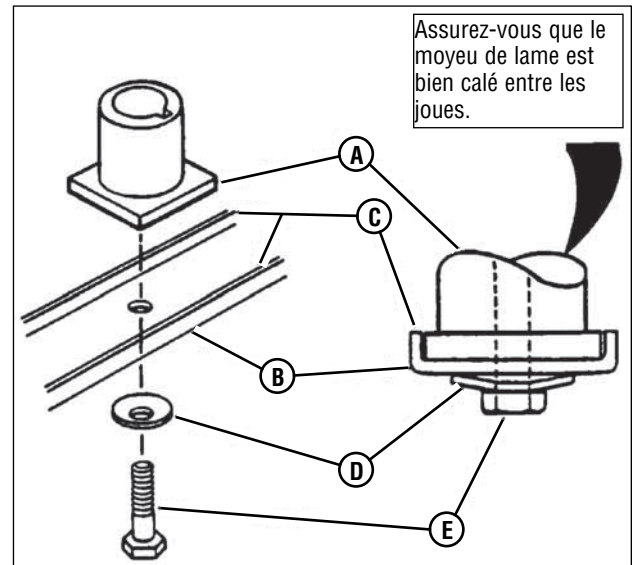

Figure 16 : Dépose de la lame de tondeuse
- Enlevez la lame (**B, Figure 16**).
- Remettez la lame en place (**B, Figure 16**). Voici l'ordre correct d'assemblage :
- (A) Moyeu de lame
- (B) Lame
- (C) Bride de lame (vers le haut)
- (D) Rondelle conique (face concave vers le haut)
- (E) Vis